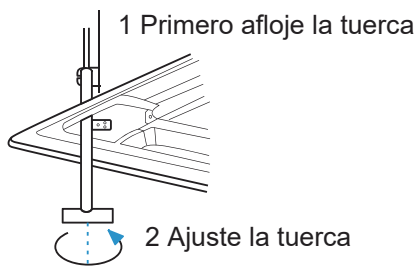

Figura 3.19
- Si no afecta a la elevación y el descenso de la unidad interior y la tubería de descarga de agua, puede usar las aberturas en las cuatro esquinas del panel para ajustar la altura de la unidad interior. Véase Figura 3.19.